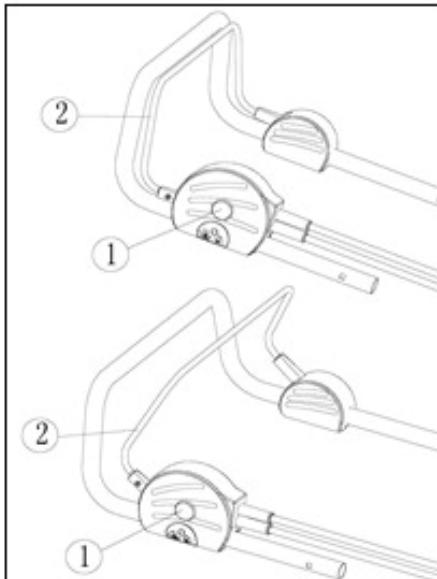

Рис. 6
- Нажмите и удерживайте предохранитель от случайного включения (рис. 6. поз. 1). Сдвиньте рычаг выключателя (рис. 6. поз. 2) в направлении рукоятки, как на рисунке 6.
- Отпустите рычаг выключателя (рис. 6. поз. 2).